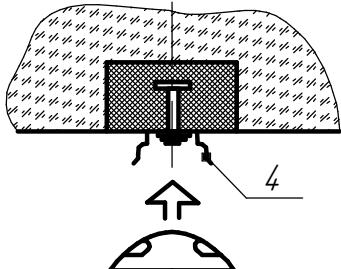
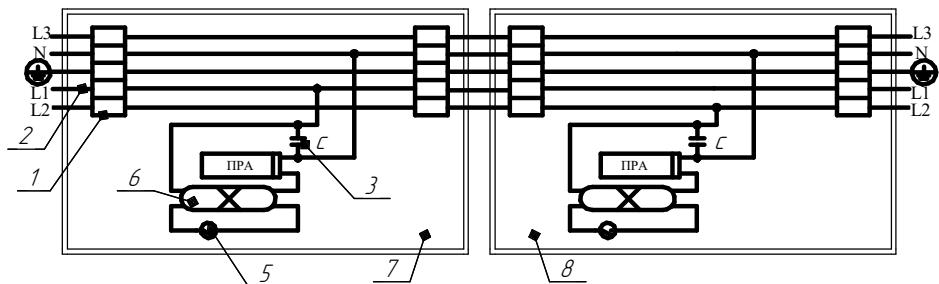

Рисунок 5
Рисунок 1. Для одноламповых св-ов.
4.1 Светильники состоят из корпуса в сборе поз.1; панели в сборе поз.2 на которой выполнен монтаж электрической схемы светильника; рассеивателя поз.3; скоб поз.4 для подвеса на горизонтальную поверхность; замков или замков в сборе поз.5, светильники ЛСП44-для температур -40 С комплектуются дополнительно лампами и стартерами поз.11 и 12(см.Рис.1). Рассеиватель крепится к корпусу с помощью замков или замков в сборе поз.5. Защита контактных частей светильника и ламп от пыли и влаги обеспечивается уплотнением: место соединения корпуса с рассеивателем уплотняется уплотнительной прокладкой, а место ввода проводов в корпус светильника заглушкой или сальниковым вводом поз.6 или 10 (Приложение А). Подвес на серьгу, стержень, трос см. рис.2,3,4 заказывается дополнительно к базовому исполнению. Подключение светильника осуществляется с помощью провода ПВС3х1 ГОСТ 7399-97 или кабеля КГ3х1 ТУ16.К73.05-93.
**6.3 Закрепите 2 скобы поз.4 (рекомендуемые винты M6) на потолок или стену на расстоянии 400мм. для светильников типа ЛСП44-18, ЛСП44-2x18; для светильников типа ЛСП44-36, ЛС44-2x36, ЛСП44-58, ЛСП44-2x58 на расстоянии 850мм (размер А рис.1) и установите в них корпус светильника (см.рис.5).**